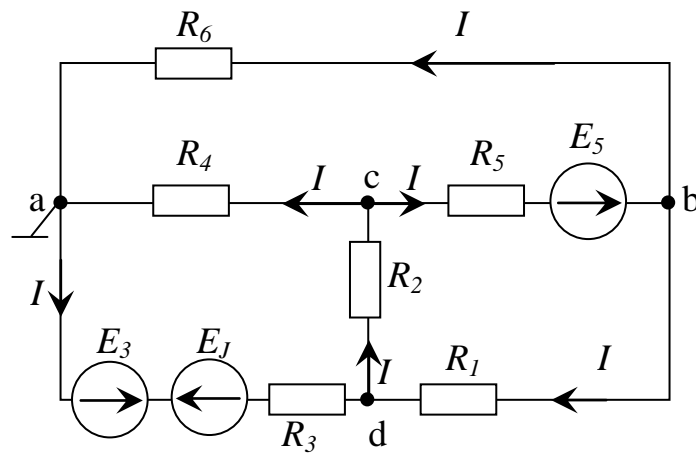

Рис. 25
3. Определяют токи во всех ветвях схемы методом узловых потенциалов (МУП). В этом методе за неизвестные принимают потенциалы узлов. Преобразуют источник тока J_3 в источник ЭДС (рис.25).